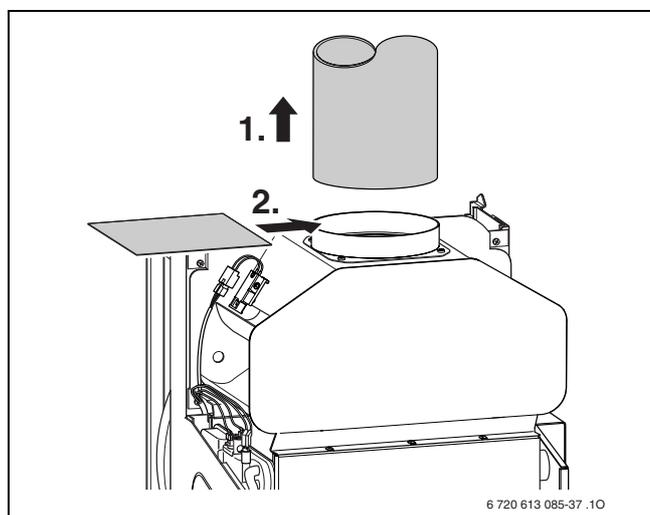

Fig. 64
- ▶ Inserire la lamiera, nell'apertura laterale del rompi tiraggio (vedere fig. 64).